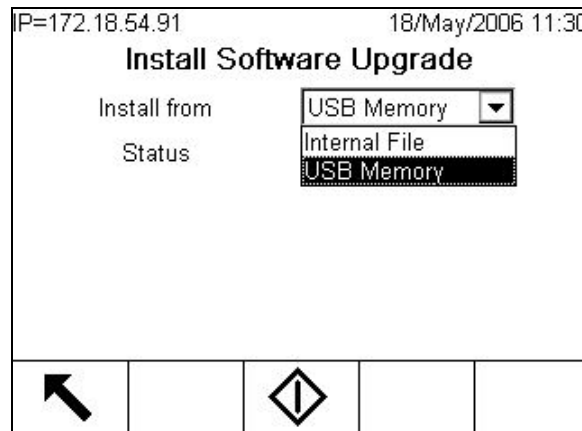

Figura 3-4: Actualización de programas de instrucciones del fabricante desde una memoria USB
5. Con el enfoque en el cuadro de Instalar desde, presione ENTER, y use la flecha hacia ABAJO para resaltar Memoria USB, como se muestra en la Figura 3-4, y después presione ENTER para hacer la selección.